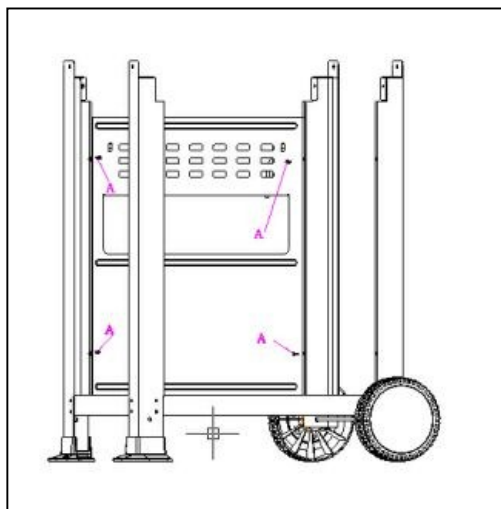

Abbildung 3
3. Befestigen Sie die vordere Wagenabdeckung mit den Füßen mittels der Schrauben (Typ A) und Beilagscheiben (Typ C), (Abb. 3).